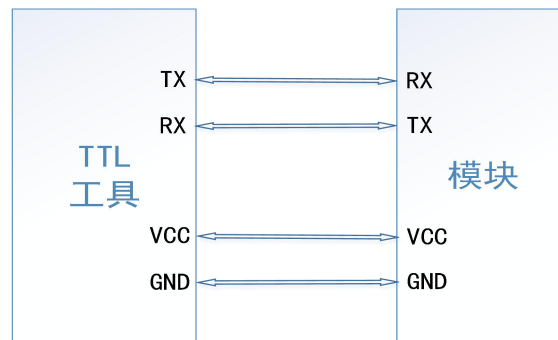

图 1 模块与 TTL 工具连接
(1) 使用 TTL 工具（连接方式如图 1）或配套 EVK（<https://www.usr.cn/Product/238.html>）将模组接入串口设备（以 PC 机代替），集中器使用串口线接入串口设备（以 PC 机代替），给模组 EVK、集中器装上天线，然后分别上电。